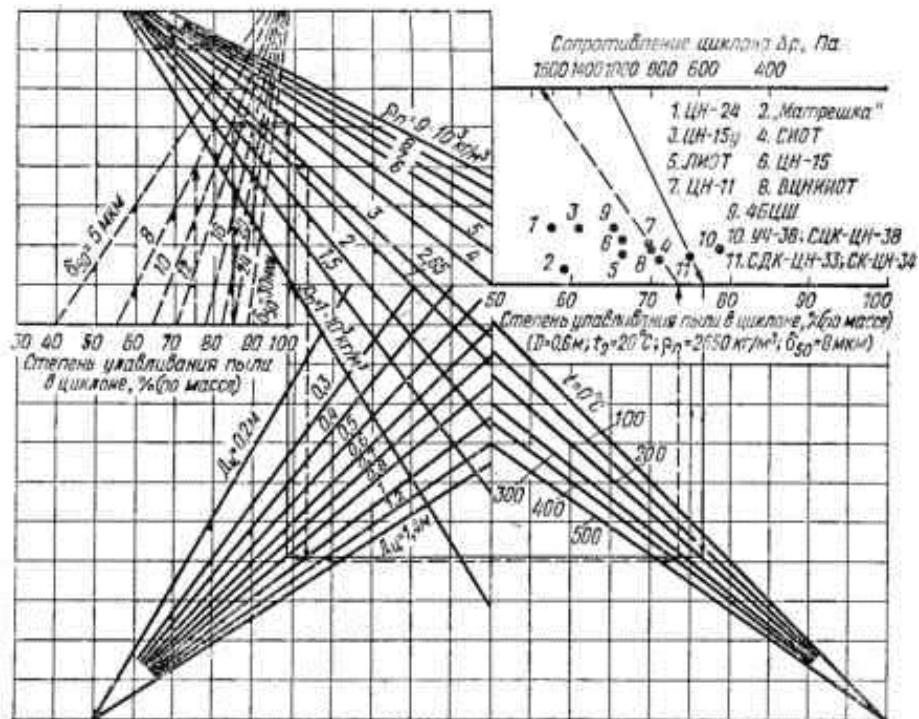

Рис.1. Номограмма для определения эффективности циклона
**Задача 1.** Определить эффективность циклона типа СДК-ЦН-33 (циклон), по номограмме (рис.1), при следующих условиях: гидравлическое сопротивление циклона  $\Delta P$ , Па; средний медианный размер пыли  $d_{50}^T$ , мкм; плотность пыли  $\rho$ , кг/м3; диаметр циклона  $D_{ц}$ , м; температура очищаемого газа  $t$ , °C (числовые данные представлены в табл.1).
**Задача 2.** Определить, каким будет гидравлическое сопротивление циклона, по номограмме (рис.1), при следующих условиях: требуемая эффективность улавливания  $\xi$ , %; средний медианный размер пыли средний медианный размер пыли  $d_{50}^T$ , мкм; плотность пыли  $\rho$ , кг/м3; диаметр циклона  $D_{ц}$ , м; температура очищаемого газа  $t$ , °C (числовые данные представлены в табл.2).